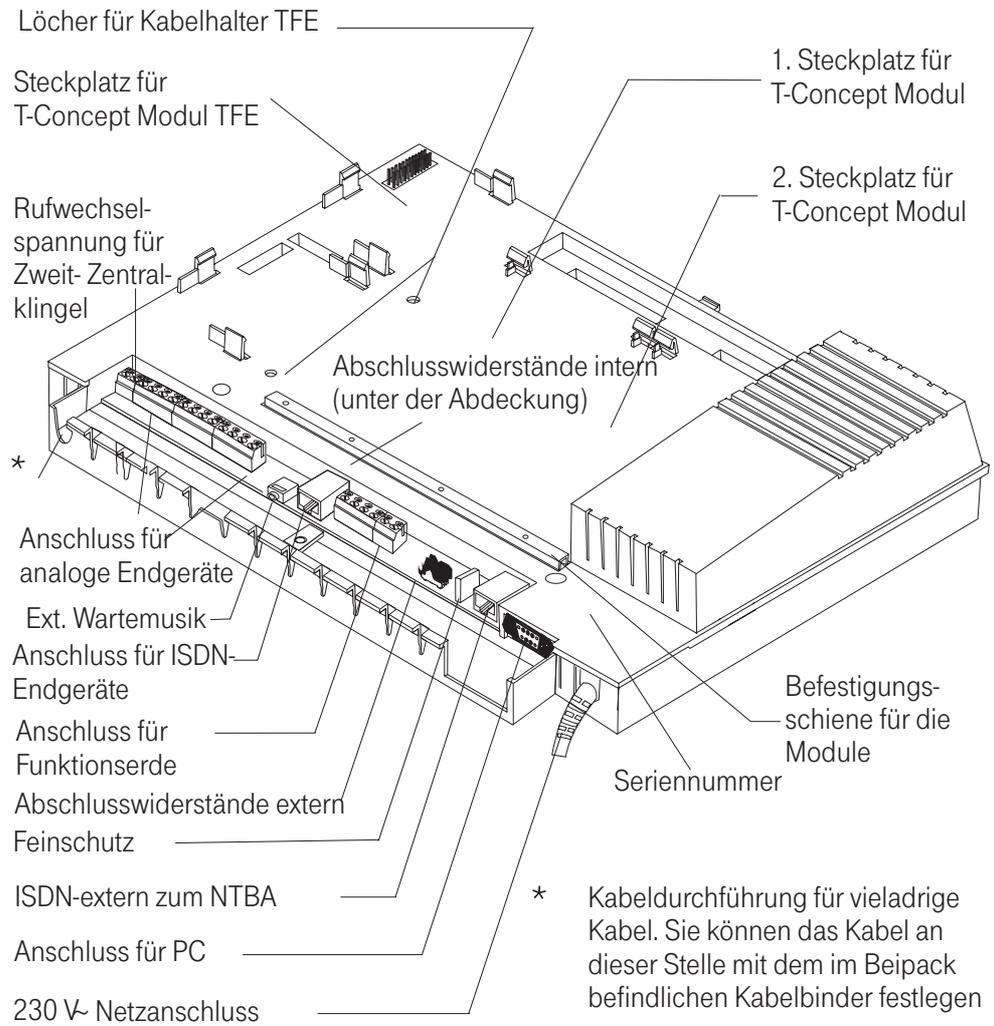

Bild 2: Innenansicht der Telefonanlage
- Lösen Sie die in Bild 2 mit einem »x« gekennzeichneten Kreuzschlitzschrauben.